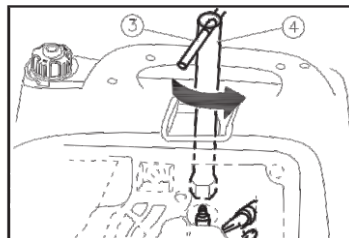

Рис.25
- 4.Выверните свечу зажигания с помощью свечного ключа (4) и воротка (3) (рис. 25).